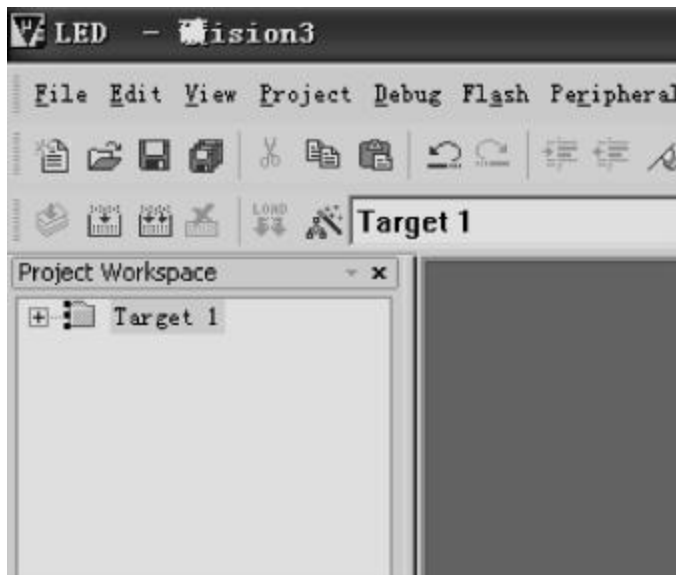

图 2-7 新建工程
①首先在计算机的 D 盘新建文件夹,命名为 LED.
②运行 Keil,新建一个工程文件,命名为 LED,如图 2-7 所示.